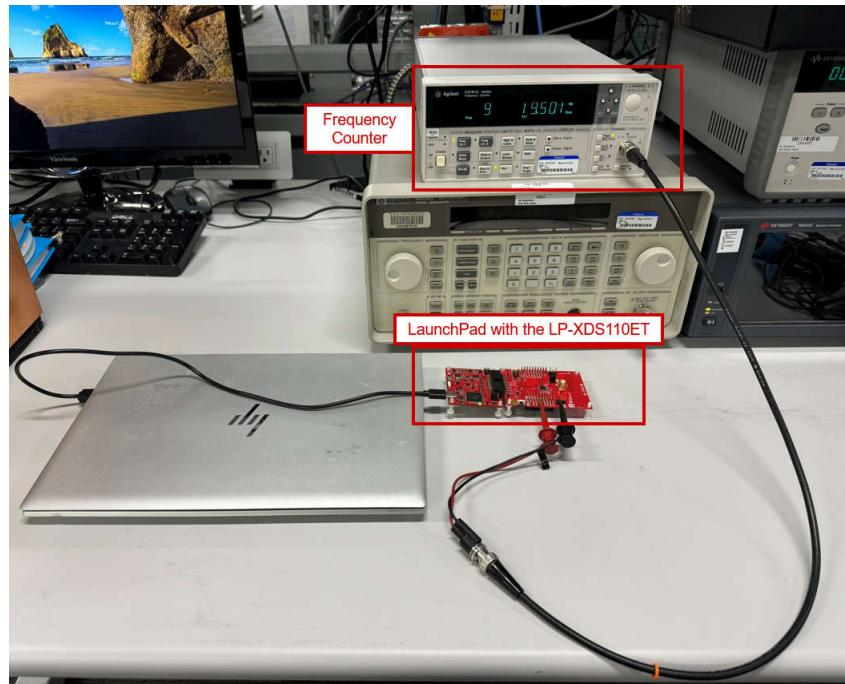

図 6-3. 低周波クロック チューニング ベンチの設定
- **ステップ 3:** 図 6-3 に示すように、機器を接続します。